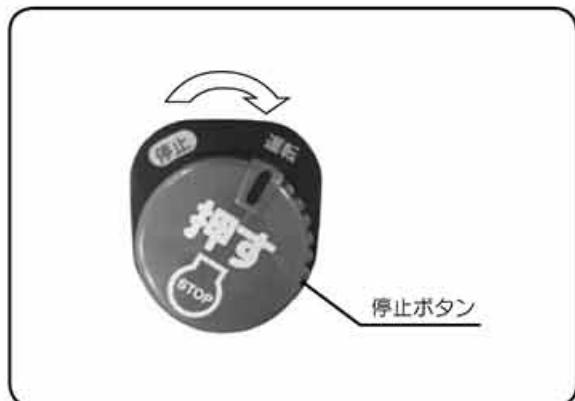

図7
- ⑦停止ボタンを押しながら、【運転】位置にします。（図7）